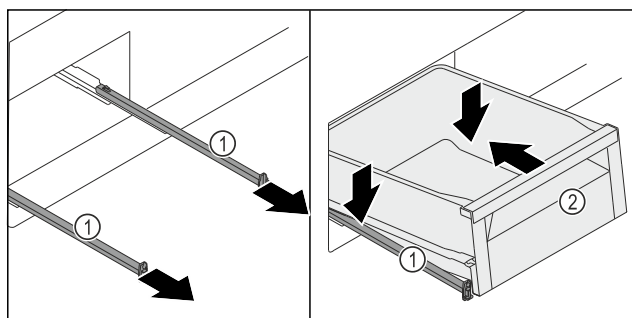

Fig. 259
- ▶ Wyciągnąć szyny Fig. 259 (1).
- ▶ Przytrzymać szyny Fig. 259 (1), a szufladę Fig. 259 (2) umieścić po skosem i od góry na szynach Fig. 259 (1).
- ▶ Szufladę Fig. 259 (2) przesunąć na szynach Fig. 259 (1) w tył aż do oporu.